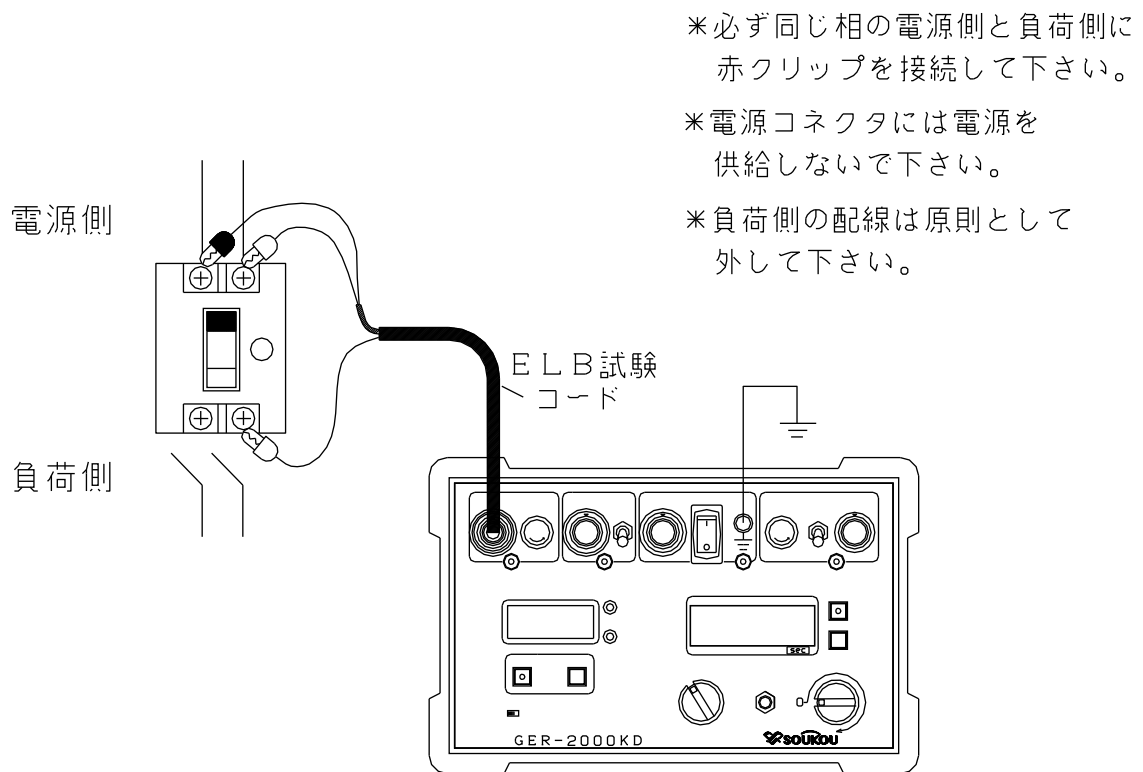

図6：試験回路図—单相2線式の場合
3. 以上のような点を注意し、試験回路を構成します。(図6、7)